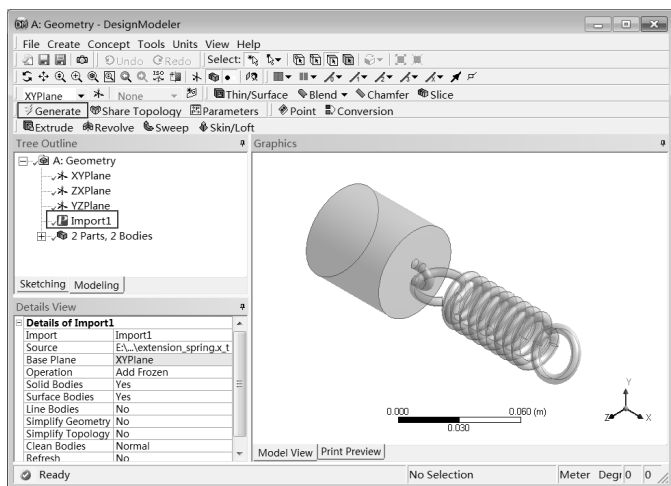

图 9-53 生成几何
Step3 :双击项目 A 中的 A2 (Geometry) 选项,此时会加载 DesignModeler,设置单位为 mm,关闭“单位设置”对话框,如图 9-53 所示,单击工具栏中的 Generate 按钮,生成弹簧几何实体。